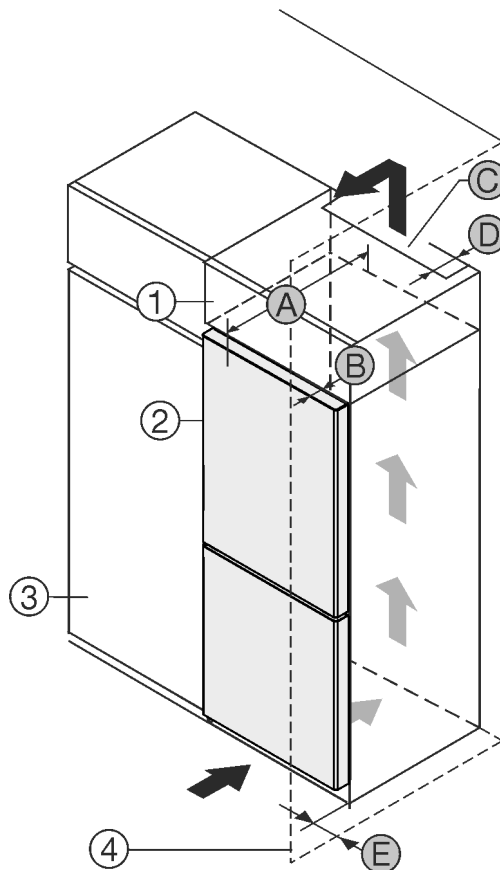

Fig. 1
- (1) Nadstavná skrinka
- (2) Zariadenie
- (3) Kuchynská skriňa
- (4) Stena
- (A) Hĺbka zariadenia
- (B) Hĺbka dvier
- (C) Prierez vetracieho otvoru
- (D) Vzdialenosť zadnej strany zariadenia
- (E) Vzdialenosť od boku zariadenia
Zariadenie môžete inštalovať priamo vedľa kuchynskej skrine Fig. 1 (3).
Na zadnej strane nadstavnej skrine musí byť vetracia šachta s hĺbkou Fig. 1 (D) cez celú šírku nadstavnej skrine.
Pod stropom miestnosti sa musí dodržať prierez vetracieho otvoru Fig. 1 (C).
Ak zariadenie nainštalujete so závesmi vedľa steny Fig. 1 (4), tak vzdialenosť medzi zariadením a stenou musí byť minimálne 13 mm.
Ak zariadenie nainštalujete so závesmi vedľa steny Fig. 1 (4), tak vzdialenosť medzi zariadením a stenou musí byť minimálne 20 mm.
Aby ste mohli dvere úplne otvoriť, zariadenie musí vyčnievať o hĺbku dverí Fig. 1 (B) prednej časti kuchynskej skrine. V závislosti od hĺbky kuchynských skríň Fig. 1 (3) a použitia dištančných držiakov na stenu môže zariadenie prečnievať ešte viac.